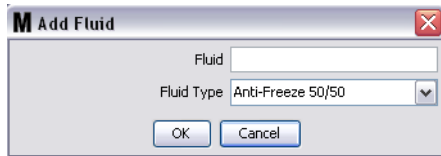

FIG. 95
3. Dans l'écran Ajouter Fluide (Add Fluid) tapez le nom du fluide dans le Champ Fluide (FIG. 95) (40 caractères au maximum). Pour faciliter l'identification et la génération de rapports, il est recommandé que les noms courts des fluides soient utilisés.